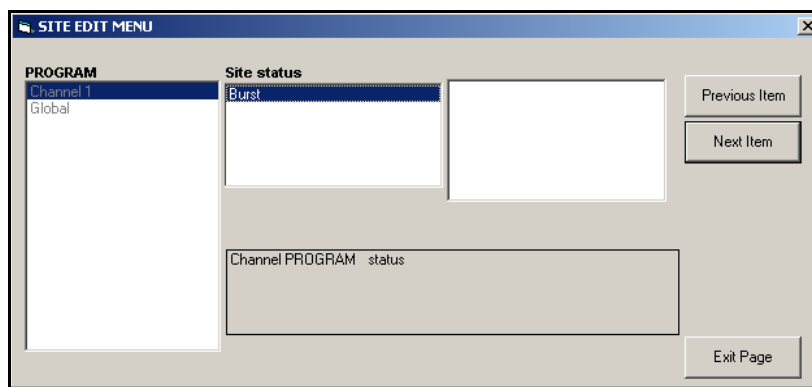

Рис. 44: Опция Status в меню Channel
2. Выделите и дважды нажмите вкладку Статус на центральной панели. После этого появится окно, сходное с *Рис. 44* внизу.